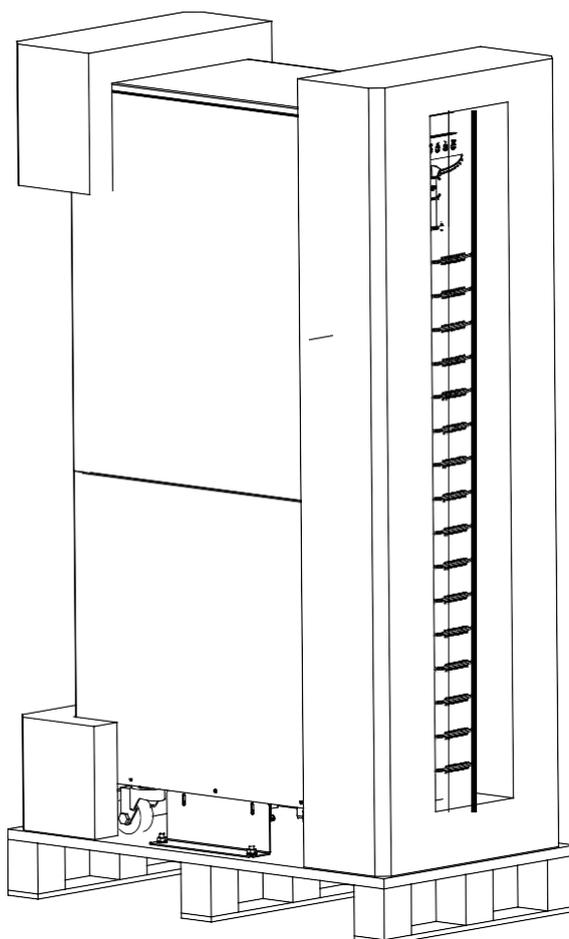

Fig.3-6 Remova a embalagem.
3. Remova a embalagem (ver Fig.3-6).